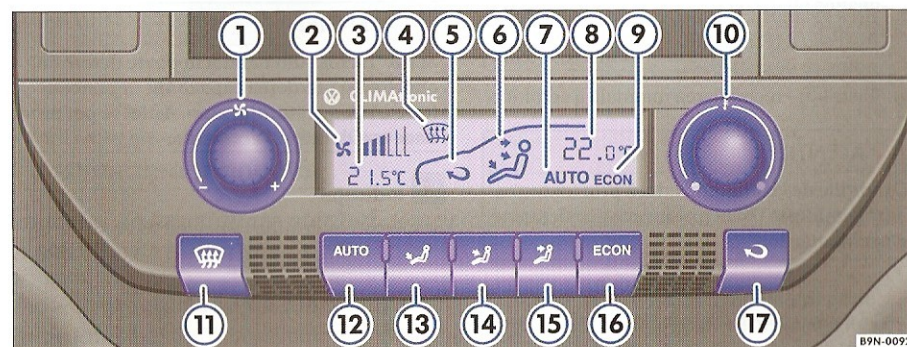

Fig. 74 În tabloul de instrumente: Elementele de comandă ale Climatronic.
- Rotiți regulatorul de temperatură ⇒ fig. 74 (10), pentru a regla temperatura.
– Apăsați tasta corespunzătoare , pentru a activa sau dezactiva recircularea aerului. Recircularea aerului este activată când simbolul  ⇒ pagina 79, fig. 74"  apare.